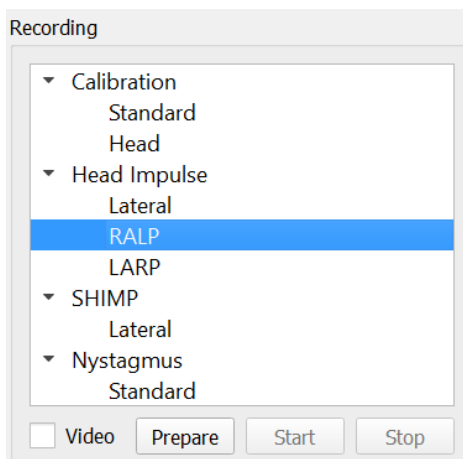

Рисунок 4.5.3-2 Видеоимпульсный тест — вертикальные каналы
1. голова может быть расположена прямо (см. рис. 4.5.3-1, слева), либо
- a. на 45 градусов вправо для теста LARP (см. Рис. 4.5.3-1, справа) или
Рисунок 4.5.3-1 Вертикальный импульсный тест — два возможных положения головы относительно туловища и правильное положение зора при тестировании RP- правого заднего канала.